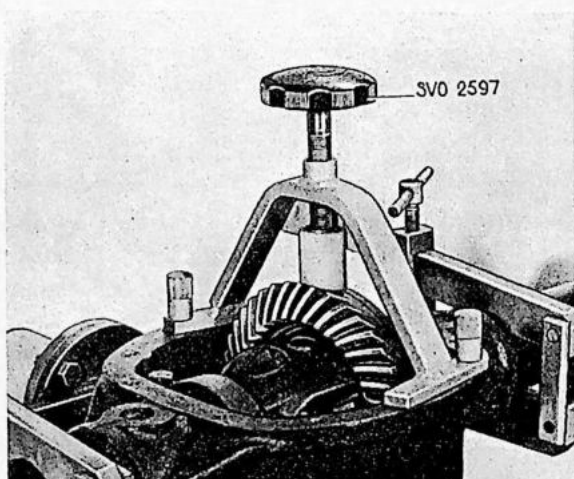
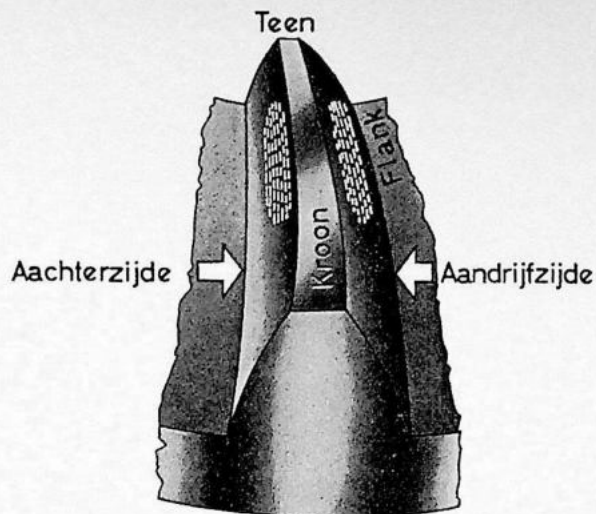

Fig. 4-115. Remgereedschap voor het differentieel
Fig. 4-116. Het juiste tandcontact
2. Breng de rem SVO 2597 aan zoals Fig. 4-115 laat zien. Smeer op drie plaatsen meerdere tanden van het kroonwiel met verf (of menie) in. Hiermede kan men het kroonwiel op eventuele slag controleren. Draai de pignon 10—12 slagen in beide richtingen en controleer het draagbeeld. Het draagbeeld moet bij het juiste tandcontact horizontaal in het midden van de tand liggen, doch wat meer naar de teen (smalle kant) dan naar de hiel (brede kant) toe. Het patroon op de achterkant en op de aandrijfzijde moet recht tegenover elkaar liggen. Zie Fig. 4-116. Indien de